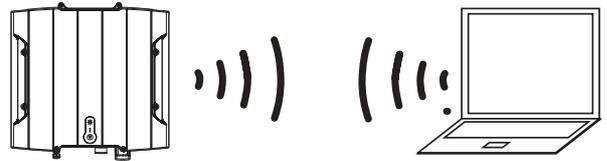

Figure 6-1: Soladin WiFi communication – mode Point-à-Point
1. Vérifier que le voyant jaune WiFi (3) clignote lentement (● - - - ● - - - ●), indiquant qu'il génère un réseau WiFi Point à Point. Si ce n'est pas le cas, appuyer sur le bouton WiFi (3) brièvement jusqu'à ce que le voyant WiFi clignote comme indiqué.
2. Voir la fig. 6-1. En utilisant un **appareil WiFi**, se connecter au réseau WiFi appelé [Mastervolt-Soladin-xxxx]. Aucun mot de passe n'est demandé ("xxxx" représente les 4 derniers caractères du numéro de série du Soladin)